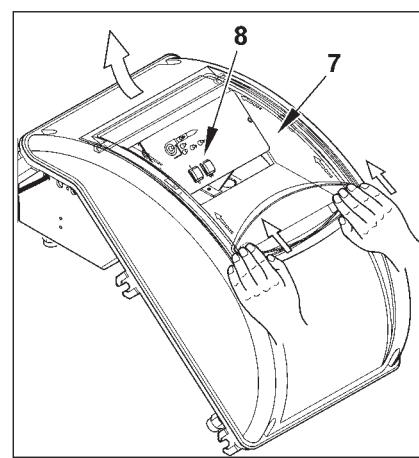

Рис. 4
- 4) Чтобы снова закрыть крышку электрической панели, ввинтить 4 винта (1) с моментом затяжки примерно 5 Н·м для обеспечения надлежащей герметичности. Теперь можно получить доступ к блоку управления (8). Для этого отцепите прозрачное окошко (7) лёгким надавливанием руки в направлении стрелок, как показано на рис. 4. Подождите, пока окошко немного не свинется, а после этого снимите его с крышки.